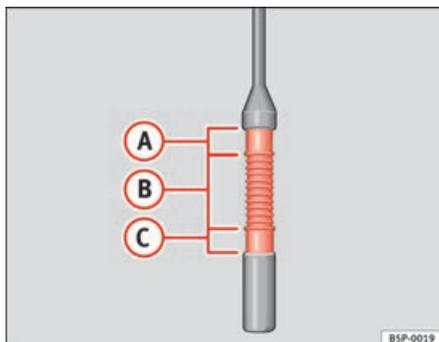

Fig. 128 Vareta de medição do nível de óleo.
- A continuação, extrair a mesma novamente e comprovar o nível do óleo ⇒ fig. 128. Caso necessário, reabastecer com óleo do motor.